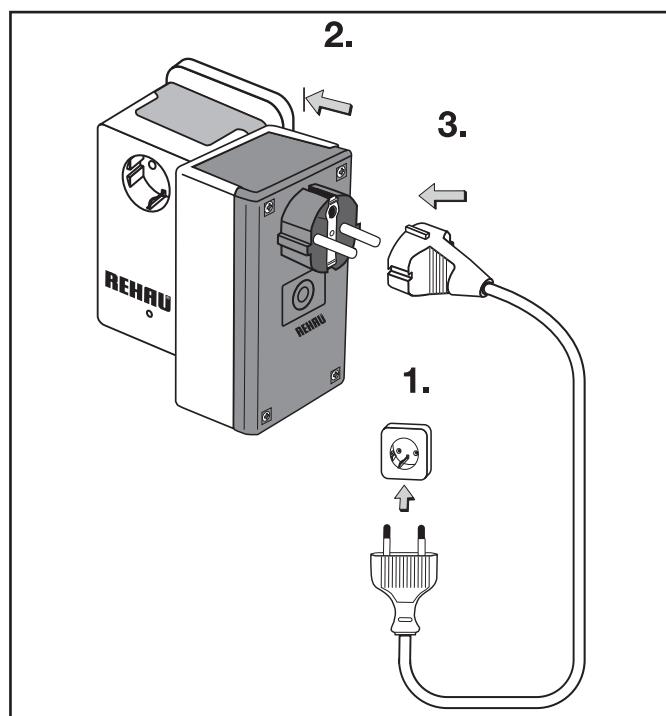

Рис. 6-29: Настройка ретранслятора на принимающее устройство
2. Ретранслятор следует прижать к корпусу принимающего устройства (см. рис. 6-29) и подключить к удлинителю. На принимающем устройстве загорится желтая лампочка.
2. Поднесите ретранслятор к принимающему устройству (см. рис. 6-29) и подсоедините к удлинителю. Загорится желтая лампочка на принимающем устройстве.